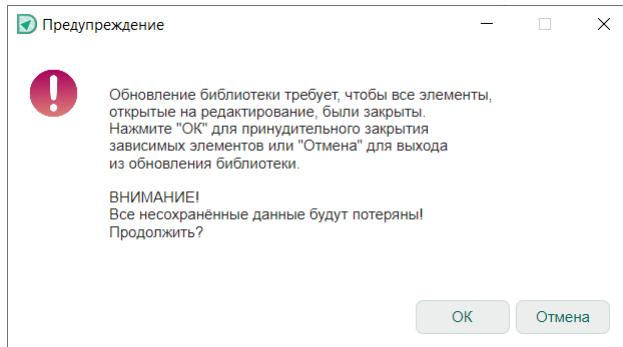

Рис. 9 Предупреждение при обновлении библиотеки о возможной потере данных
3. С учетом системного предупреждения продолжите процесс обновления нажатием кнопки «OK» или для отмены операции нажмите кнопку «Отмена», см. Рис. 9.